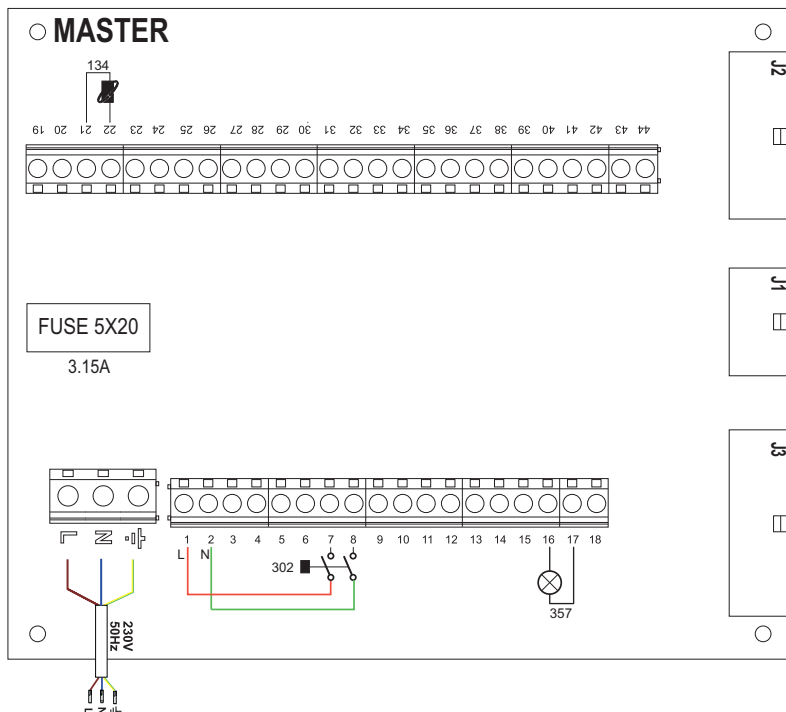
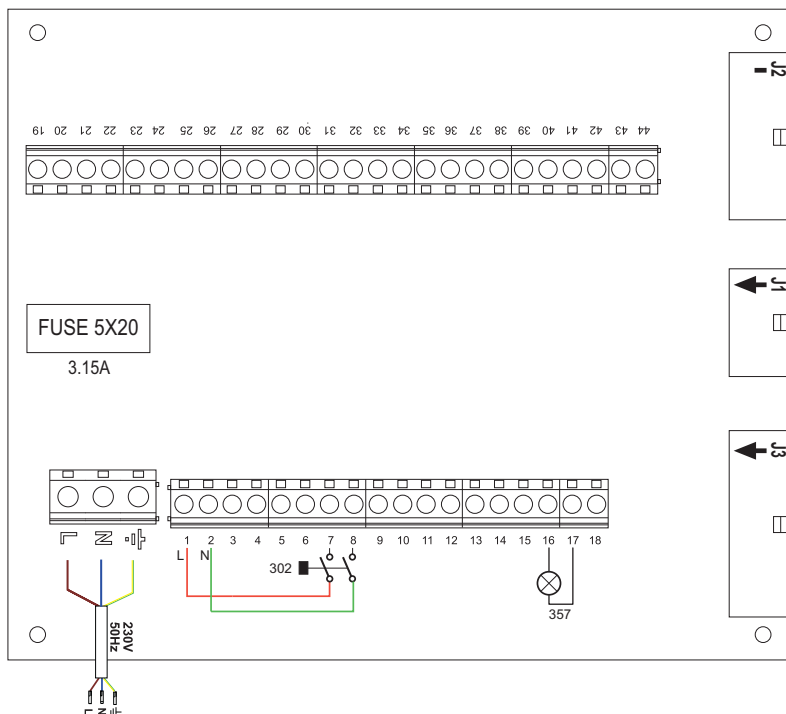

fig. 51- MASTER
fig. 52- SLAVE
**Légende (fig. 51 et fig. 52)**